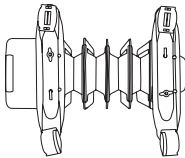

Fig. 3
- Întoarceți încălzitorul cu susul în jos (fig. 3);